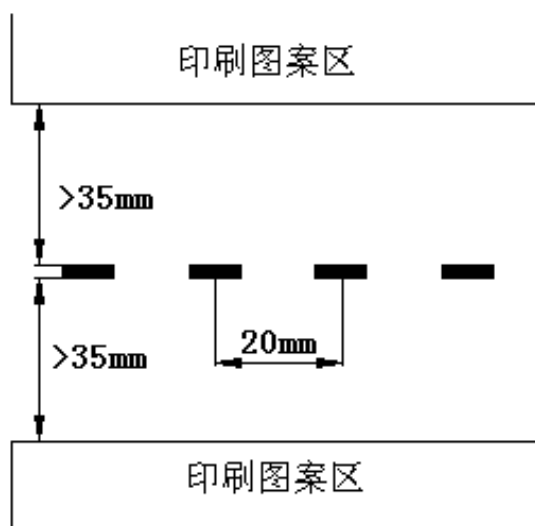

图 5-1 横向色标套印要求
- 2) 必须选用方形光斑的光电头，且印版必须满足如图 5-1 所示的要求：